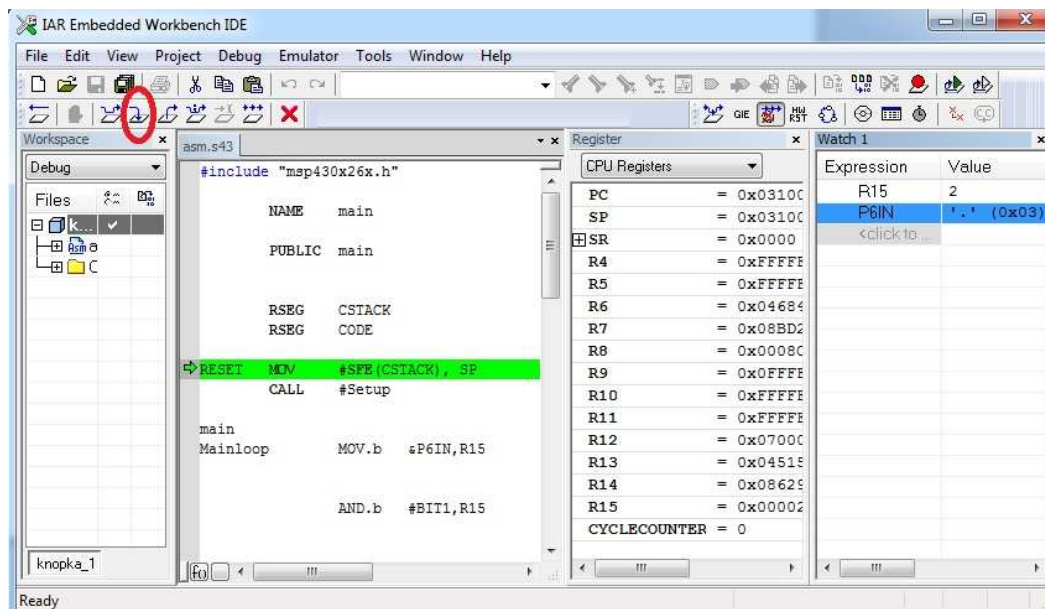

Рис. 8. Пошаговое выполнение проекта
2.5. Нажимая на клавишу пошагового выполнения программы Step Into (рис. 8) или кнопку F11, выполните по шагам один цикл программы полностью. Ответьте на вопросы: 1) какие строчки кода программы выполняются? 2) как и почему меняются значения регистров микроконтроллера в процессе выполнения программы?